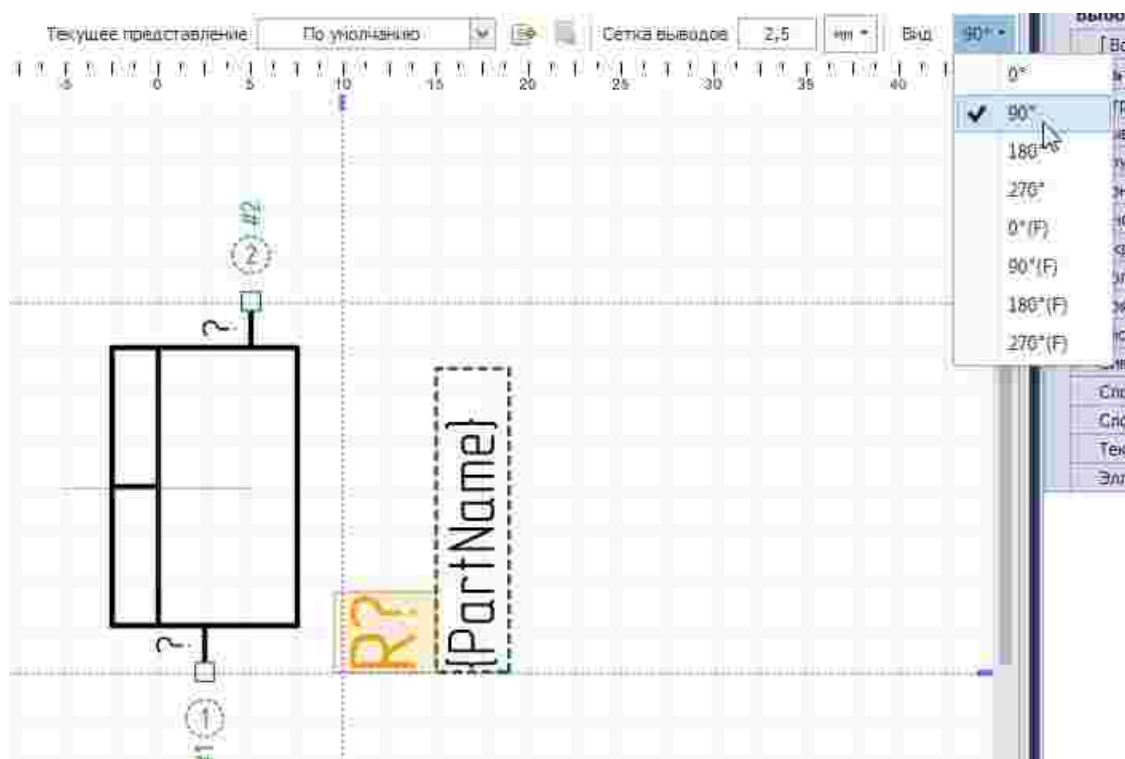

Рис. 257 Настройка параметров графики и атрибутов для отличного от базового представления (при вращении на 90°)
5. Переключитесь на следующее выбранное представление (например, «90°») и настройте графику УГО и атрибуты, см. Рис. 257.